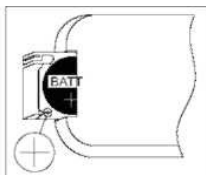

Рис. 2
2. Обратите на полярность батареи (см. рис. 2).
2. Устанавливать вытяжку следует над конфоркой. Рекомендованное расстояние между конфоркой и нижним краем вытяжки – для электрических поверхностей - 500 мм, для газовых - 650 мм. (Рис. 2).